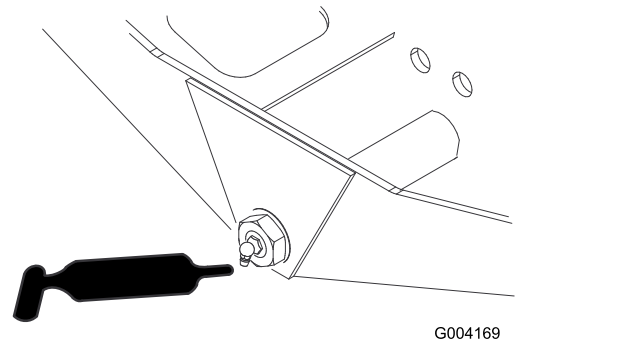

Figura 109
- Pivot axă directoare (1) (Figura 109)